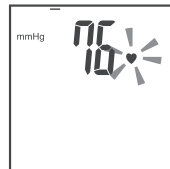

Рис. 14
5. Значката «♥» ще започне за мига синхронно със звуковия сигнал веднага след като датчика регистрира пулсовото налягане (рис. 14).